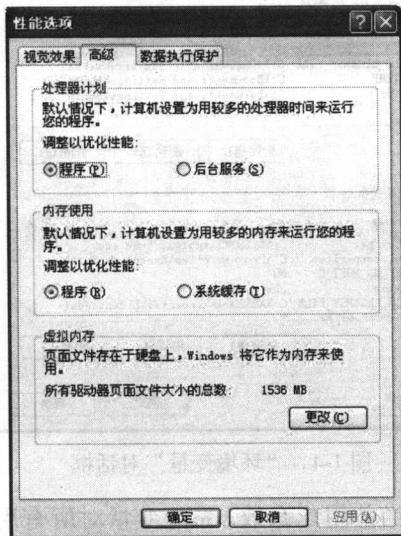

图 1-6 “性能选项”对话框
(1) 在“系统属性”对话框中单击“高级”选项卡，单击“性能”域中的“设置”按钮，然后单击“高级”选项卡，系统弹出如图 1-6 所示对话框。